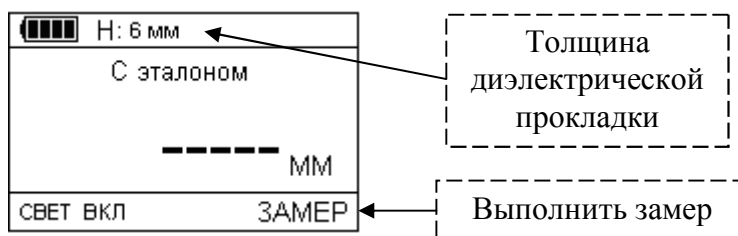

Рисунок 2.11 – Выполнение замера через эталонный образец
6. Нажать клавишу «», тем самым выполнить второй замер (рис. 2.11);